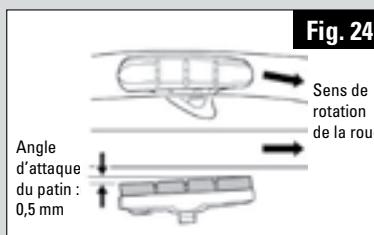

Fig. 24
2. Réglage position patins (Clé Allen de 4mm, Fig. 24).